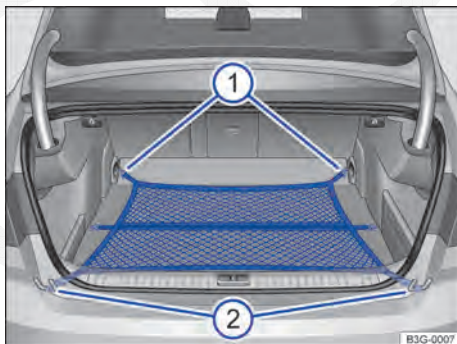

Fig. 139 No compartimento de bagagem: rede para bagagem presa.
- Prender os ganchos da rede para bagagem nos olhais de amarração no encosto do banco traseiro → Fig. 139 ⓘ. O zíper da rede para bagagem deve estar voltado para cima → ▲.
- Enganchar os ganchos na outra extremidade da rede para bagagem nos olhais de amarração no canto do compartimento de carga → Fig. 139 ⓘ.